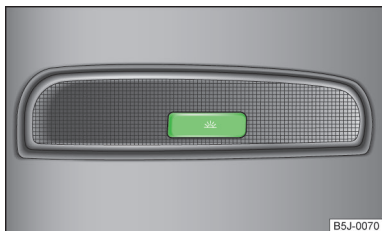

Abb. 27
- Die Taste » Abb. 27 drücken.